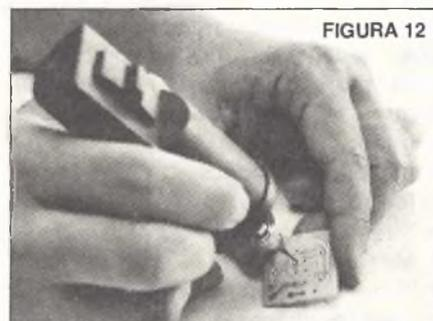

FIGURA 12
11. Estando tudo em ordem, fure com a broca fina ou ferramenta própria os locais em que vão passar os terminais do componente. (figura 12)